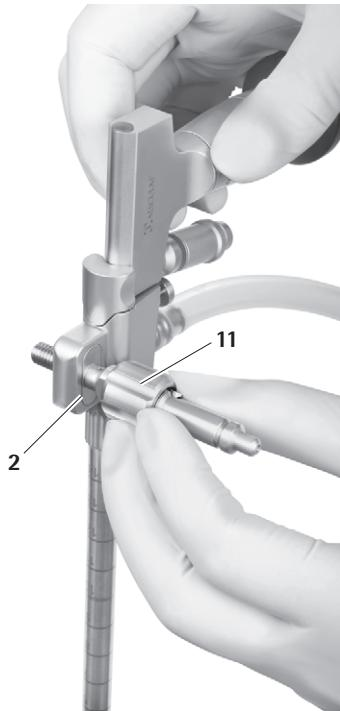

Fig. 18
- ▶ Inserire l'adattatore braccio di tenuta **11** lateralmente in un foro a scelta (destro/sinistro) finché la flangia scatta nell'apposita scanalatura **2** che serve per il fissaggio del braccio di tenuta, vedere Fig. 18.